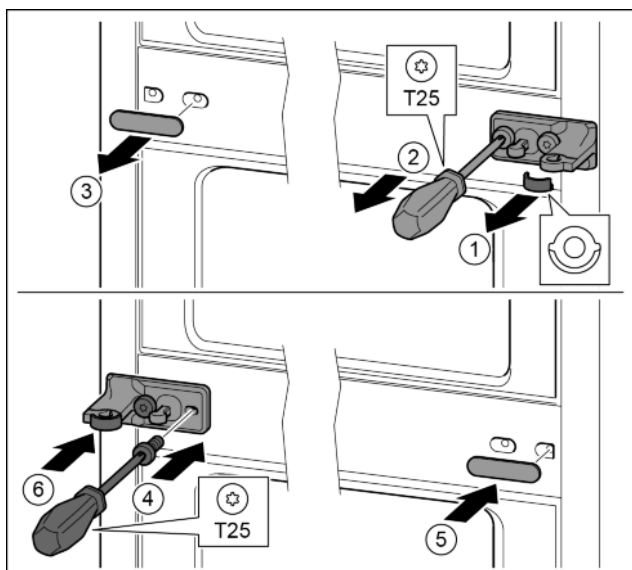

Fig. 30
- ▶ Zdjąć podkładkę. Fig. 30 (1)
- ▶ Śruby wykręcić przy pomocy śrubokręta T25. Fig. 30 (2)
- ▶ Ostrożnie zdjąć osłonę. Fig. 30 (3)
- ▶ Płytkę zawiasu wraz z folią obrócić o 180° przykręcić z drugiej strony. Fig. 30 (4)
- ▶ Osłonę obrócić o 180° założyć z drugiej strony. Fig. 30 (5)
- ▶ Podkładkę wsunąć od przodu. Fig. 30 (6)